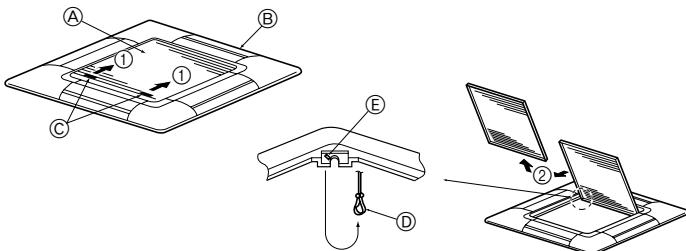
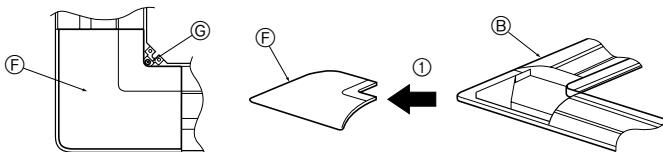

Fig. 8-3
Fig. 8-4
8.2.1. Extracción de la rejilla de admisión (Fig. 8-3)
- Deslice las palancas en la dirección indicada mediante la flecha ① para abrir la rejilla de admisión.
- Con la rejilla de admisión en posición "abierta", extraiga la bisagra de la rejilla de admisión de la rejilla tal y como se indica mediante la flecha ②.
8.2.2. Extracción del panel angular (Fig. 8-4)
- Extraiga el tornillo de la esquina del panel angular. Deslice los paneles angulares indicados por la flecha ① para extraer este panel.
- (A) Rejilla de admisión